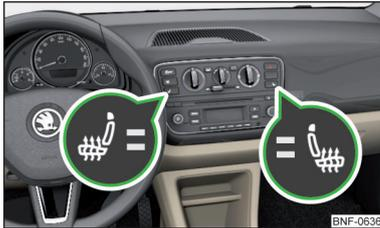

Abb. 53
**Tasten für die Sitzheizung » Abb. 53**